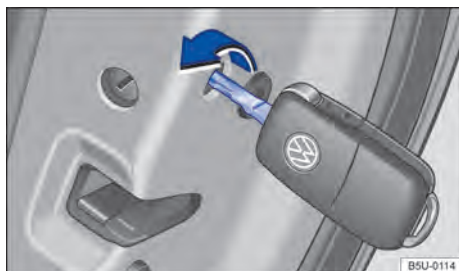

Fig. 47 Travamento de emergência do veículo com a chave do veículo.
- Inserir a haste da chave na fenda → Fig. 47 e girar no sentido horário (para dentro do veículo) até o batente.